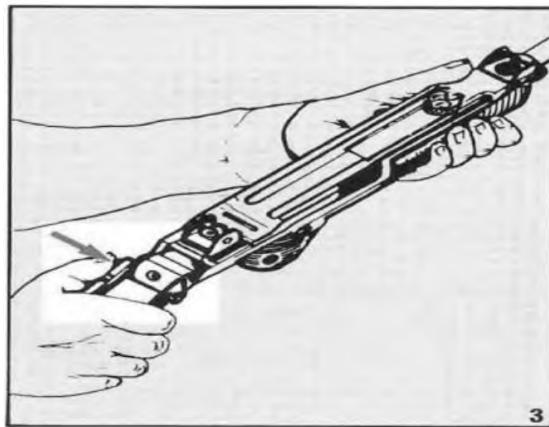

Рисунок 4.6 – Місце натискання кнопки фіксатору ствольної коробки
- 2) натисніть кнопку фіксації, розташовану поруч із задньою частиною ствольної коробки, і поверніть блок вниз (рисунок 4.6);